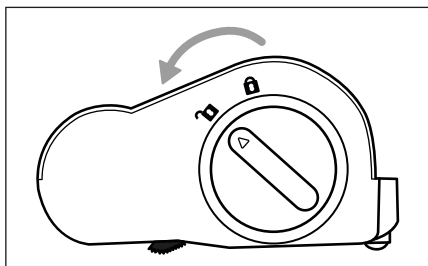

Fig. 22
- Rengør regelmæssigt børsterullen ⑱ for at sikre, at produktet fungerer perfekt og ikke afbrydes.
- 2) Lås børsterullen **19** op ved at dreje oplåsningen til børsteholderen **18** i retning af symbolet **1** (åbn) (se fig. 22).